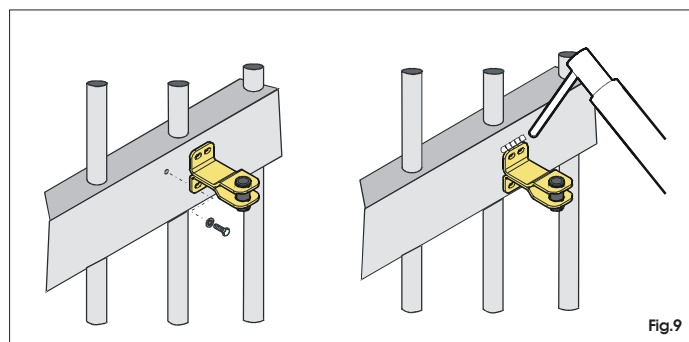

Fig.9
- Extraire la patte d'attache de l'opérateur pour le fixer au vantail. La patte d'attache peut être directement soudée ou vissée en utilisant des pièces intercalaires filetées (Fig. 9).